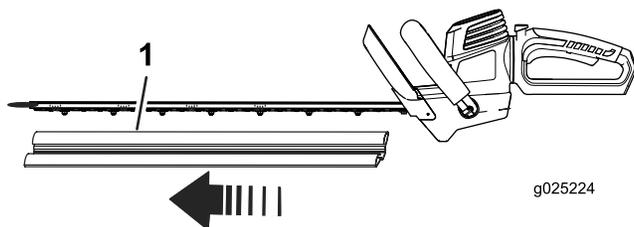

Figura 2
1. Rimuovete la copertura di protezione dalle lame di taglio (Figura 2).